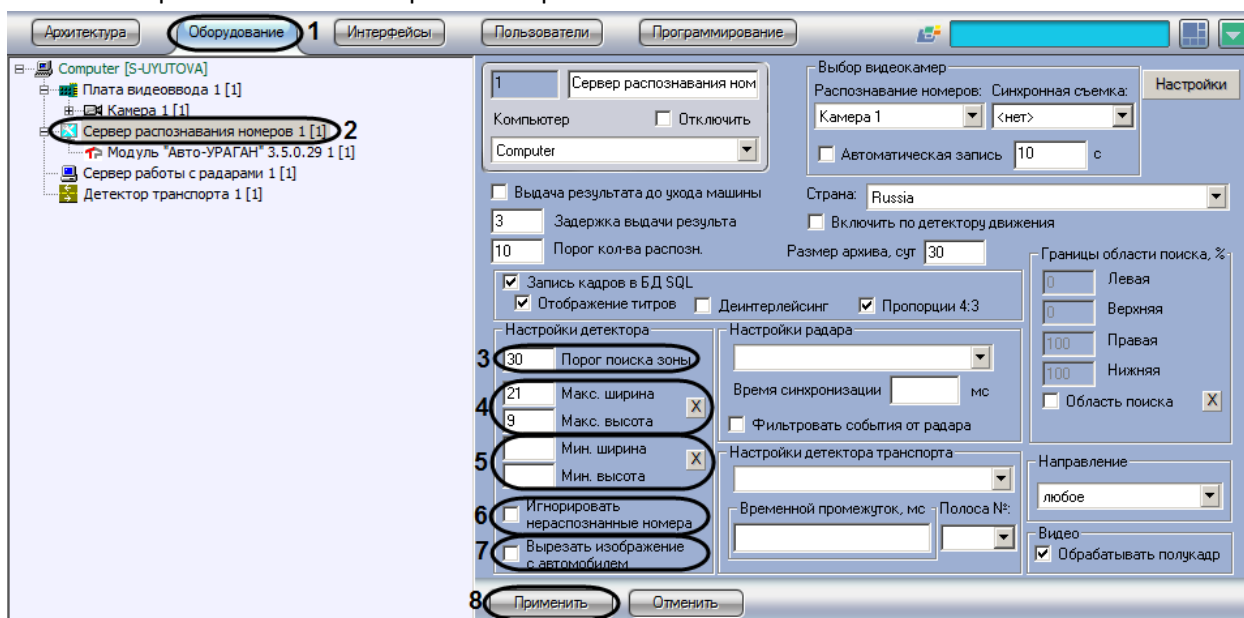

Рис. 7.2—26. Настройка детектора
2. В дереве объектов на вкладке «Оборудование» выбрать объект «Сервер распознавания номеров», соответствующий активированному программному модулю «Авто-УРАГАН 3.5.0.29» (см. раздел «Активация программного модуля, используемого для распознавания номеров», Рис. 7.2—26, 2). В правой части вкладки «Оборудование» отобразится панель настройки выбранного объекта
3. Задать параметр «Порог поиска зоны» (см. Рис. 7.2—26, 3).